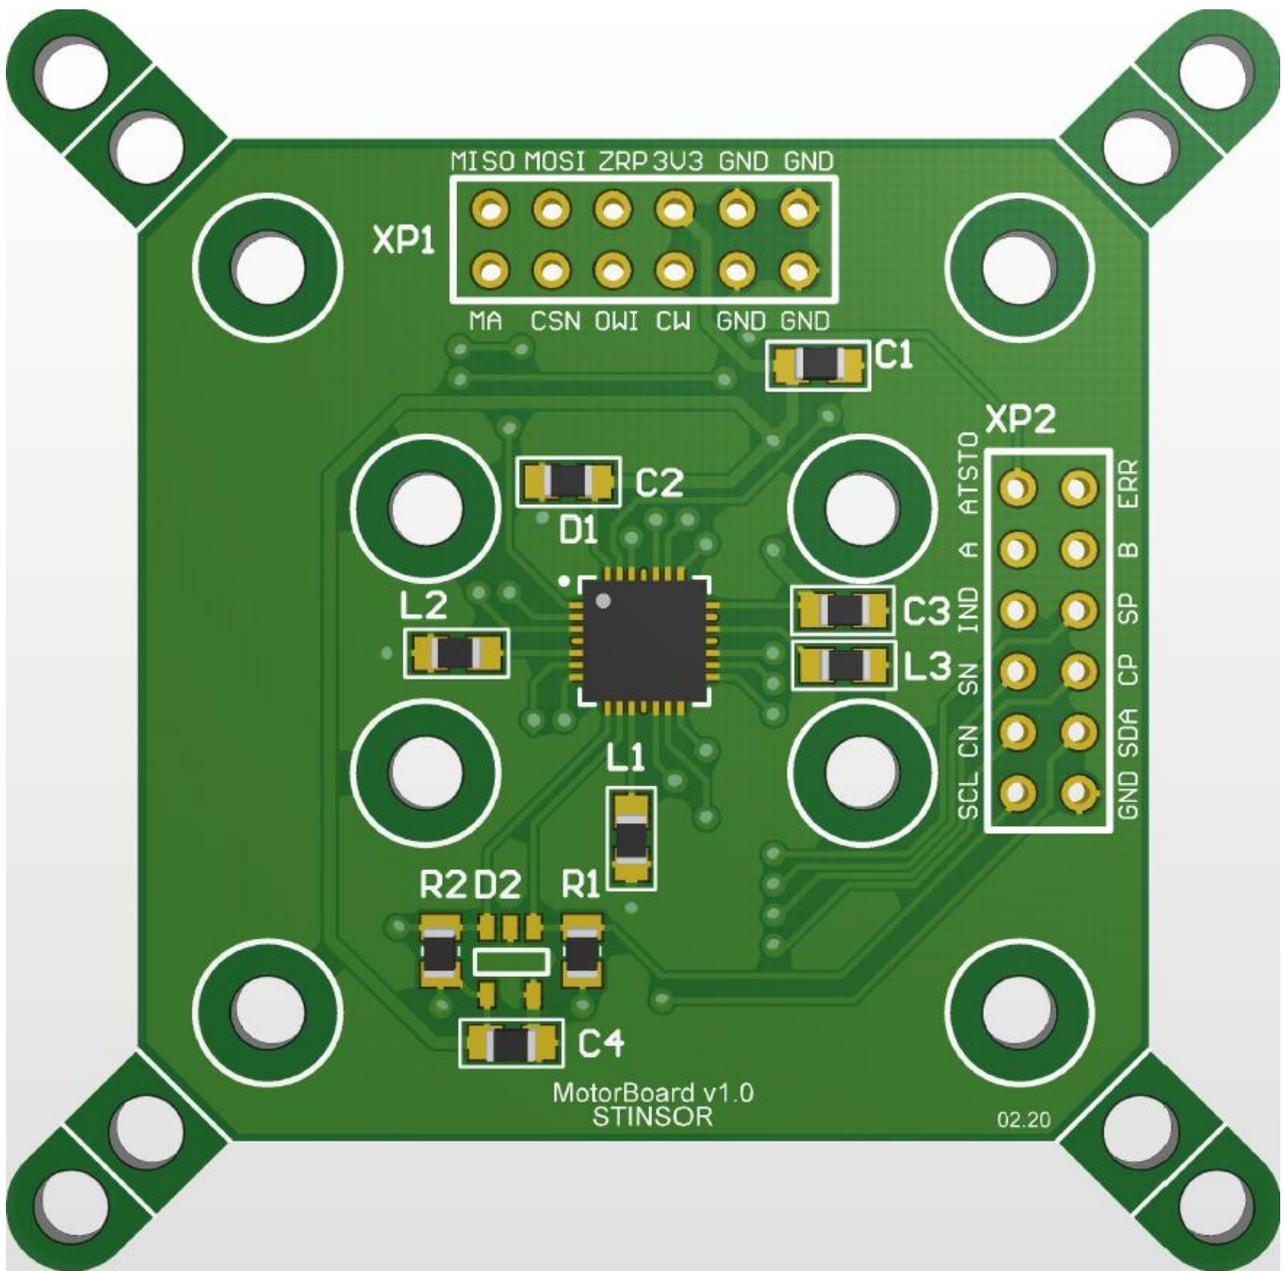

Рисунок 1 - Схема расположения выводов для подключения отладочного модуля K5331HX065
2. Питание подключается через вывод «3V3» (XP1) отладочного модуля к положительному выходу ("+") источника питания, и вывод «GND» (XP1) к общему выходу "-" источника питания (рисунок 1 и таблица 1).